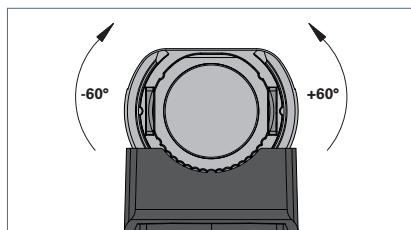

Fig. 6: Aligner le luminaire entre -60° et +60°.
- ▶ Orientez le luminaire à une position angulaire entre -60° et +60° jusqu'à ce que la zone de travail soit parfaitement illuminée, voir Fig. 6.